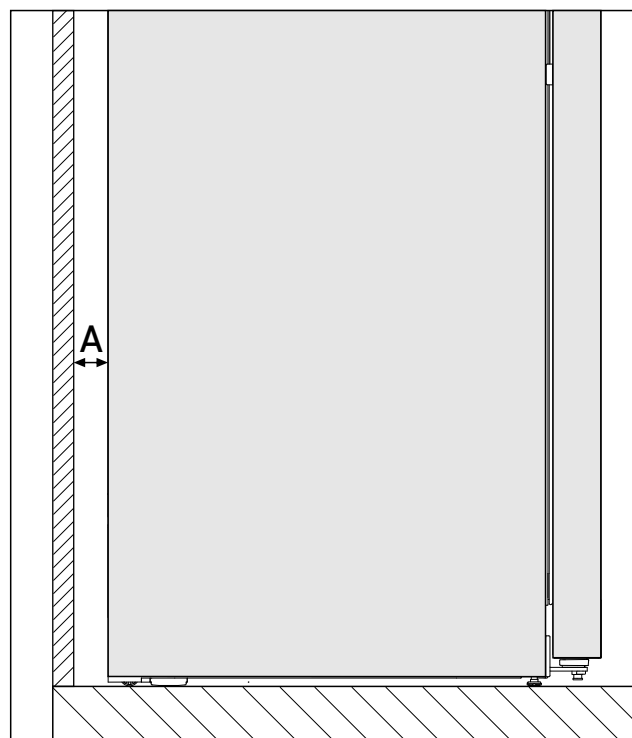

Fig. 2*
Enerģijas patēriņš bija noteikts ar atstatumu no sienas Fig. 2 (A) starp ierīces mugurpusi un sienu. Ja atstatums no sienas ir mazāks par Fig. 2 (A), tas neietekmē ierīces darbspējīgumu, taču nelielā mērā palielina enerģijas patēriņu mazāka atstatuma no sienas gadījumā.*